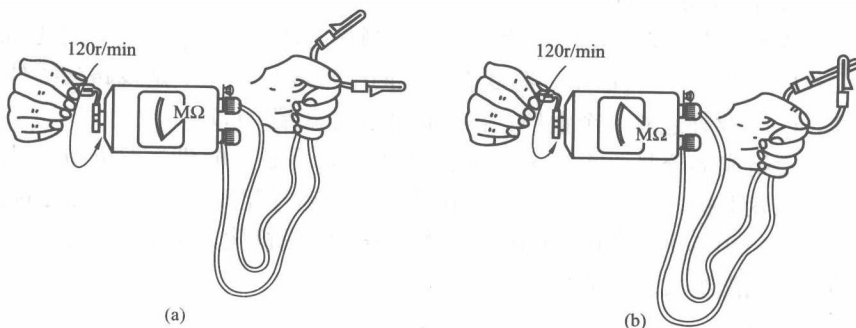

图 1-3 兆欧表使用前的开路试验和短路试验
(1) 选择种类。兆欧表种类很多,有 500V、1000V 和 2500V 等。在选用时,要根据被测设备的电压等级选择合适的兆欧表。一般额定电压在 500V 以下的设备,选用 500V 或 1000V 的兆欧表;额定电压在 500V 以上的设备,选用 1000V 或 2500V 的兆欧表。
(2) 选择导线。兆欧表测量用的导线应采用单根绝缘导线,不能采用双绞线。
(3) 平稳放置。兆欧表应放置在平稳的地方,以免在摇动手柄时,因表身抖动和倾斜产生测量误差。
(4) 开路试验。兆欧表使用前,应先对兆欧表进行开路试验。开路试验是先将兆欧表的两接线端分开,再摇动手柄。正常时,兆欧表指针应指“ ∞ ”,如图 1-3 (a) 所示。
(5) 短路试验。开路试验后,再进行短路试验。短路试验是先将兆欧表的两接线端接触,再摇动手柄。正常时,兆欧表指针应指“0”,如图 1-3 (b) 所示。